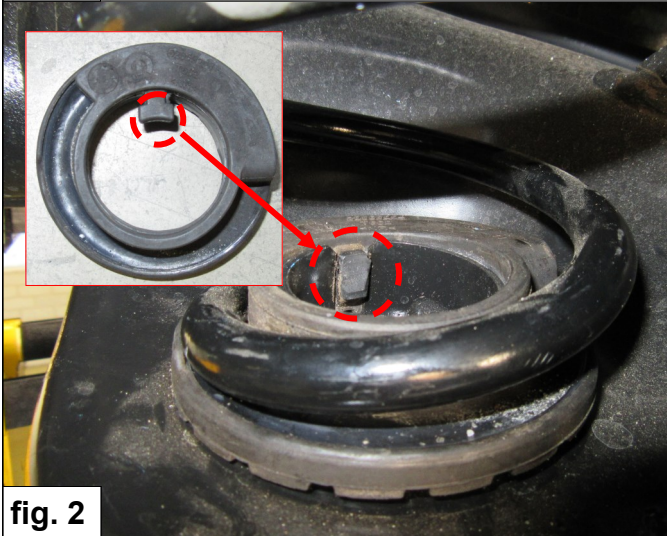

fig. 2
2. Entfernen Sie den breiten Teil des Gummipositionierungspunkt des unteren Federgummi (*der schmale Teil nicht abschneiden*). Siehe Abb. 2.
2. Retirez la partie la plus large du point de positionnement de caoutchouc du ressort inférieur (*La partie étroite du point de positionnement ne pas retirer*). Voir fig. 2.